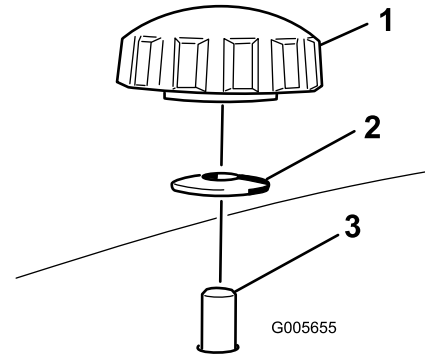
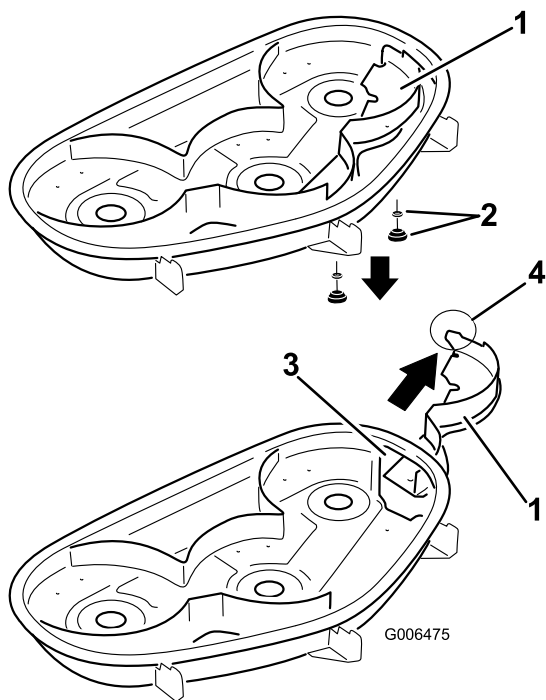

Figura 24
Figura 25
4. Retire los 2 pomos y las arandelas curvas que sujetan el deflector derecho al cortacésped, según se muestra en Figura 24.
5. Retire el deflector derecho y baje el deflector de hierba sobre el orificio de descarga, según se muestra en Figura 25 y Figura 24.
4. Pase el deflector derecho por el orificio de descarga y fíjelo con 2 pomos y arandelas curvas (cara ahuecada hacia el cortacésped) según se muestra en Figura 24 y Figura 25.